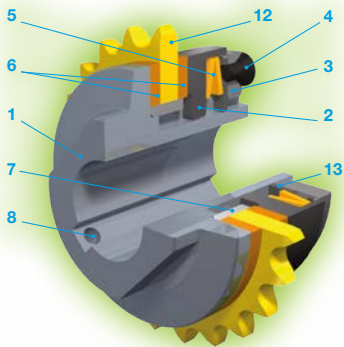

Bild 2 Type 100.110, Größe 0 – 5
Das Antriebselement (12) (Kettenrad oder Keilriemenscheibe) wird nach Bild 2 auf die Buchse (7) gesteckt und zwischen die Reibbeläge (6) mit Hilfe der Druckscheibe (2), den Tellerfedern (5) und der Einstellmutter (3) mit Sicherungsblech (13) geklemmt. Je stärker die Tellerfedern (5) durch die Einstellmutter (3) zusammengedrückt werden, desto höher ist das Drehmoment, bei dem das Antriebselement (12) durchrutscht. Die genaue Einstellung des Drehmomentes wird auf Seite 21 beschrieben.